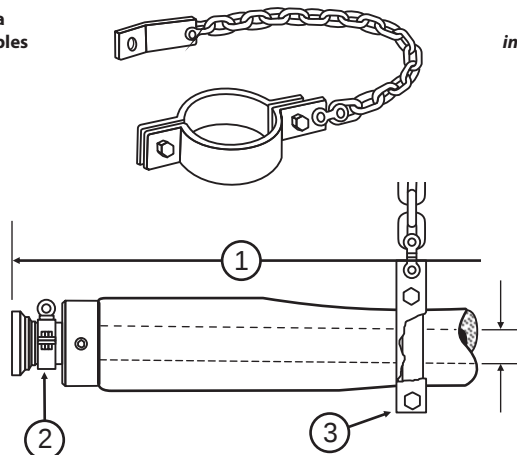

Fig. 5
G. Colares de segurança (Fig. 5):
① Medindo o comprimento da mangueira incluindo acoplamentos, flanges e nipples
② Colar com olhais de içamento
③ Colar de segurança
G. Collares de seguridad (Fig. 5):